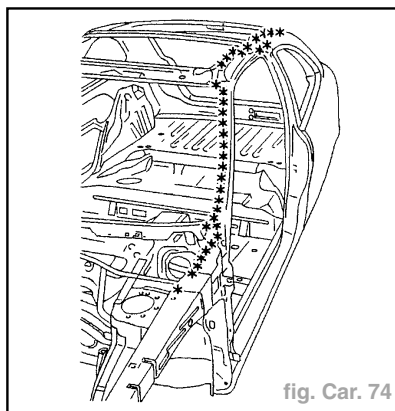

fig. Car. 74
- Dégraffer les points à l'aide d'une fraise de  $\varnothing = 8 \text{ mm}$  (fig. Car. 74).
- Souder par points électriques. Souder par points bouchons MAG (fig. Car. 74, 75, 76 et 77).